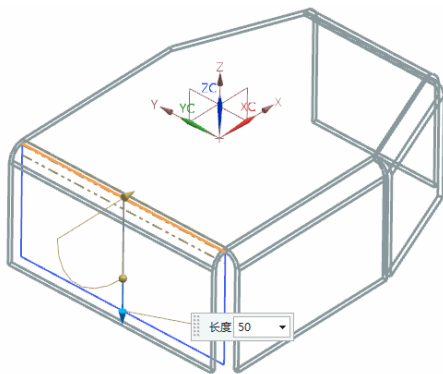

图 7-21 选择第 4 条弯曲边
(1) 选择“菜单(M)”→“插入(S)”→“折弯(N)”→“弯边(F)...”，或者单击“主页”选项卡“折弯”面组上“弯边”按钮 ，打开“弯边”对话框。在钣金零件体上选择弯边特征的弯曲边，如图 7-21 所示。